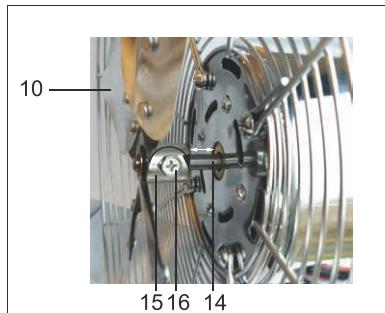

Fig.83: Montering av rotor
15. Skruva ur stjärnskruven (16) som sitter i rotorns (10) distansbricka (15) genom att skruva stjärnskruven motsols tills en genomgående öppning uppstår.
16. Skjut rotorn (9) med distansbrickan framåt på motoraxeln (14).
- Rotorn får inte ligga an mot distansbrickan mot motorblocket. Se bild 83.*